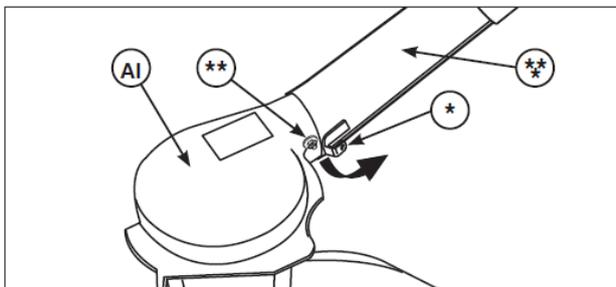

図 33
2. 留め金 (図 33 の*) をナットと六角ボルト (**) の上から外し、チューブ Assy の吸引側の端 (***) をブロワー (A1) から取り外してください。